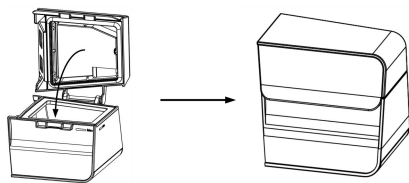
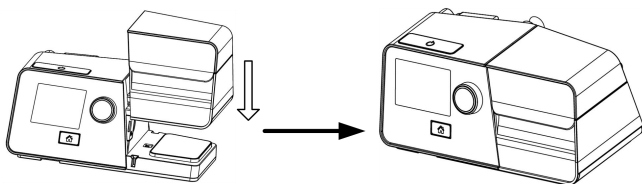
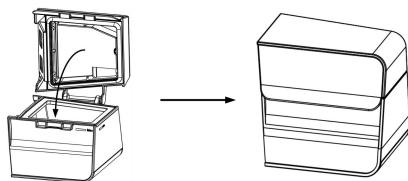

图 4-4
图 4-5
图 4-7
(3) **装回水罐。** 注完水后，盖上水罐的盖子，如图 4-4 所示；再将水罐重新装回呼吸机上，如图 4-5 所示：
（3）**安装水罐：**水罐晾干后，盖上水罐的盖子，如图 4-7 所示。然后将水罐重新装回呼吸机上（见图 4-5）。